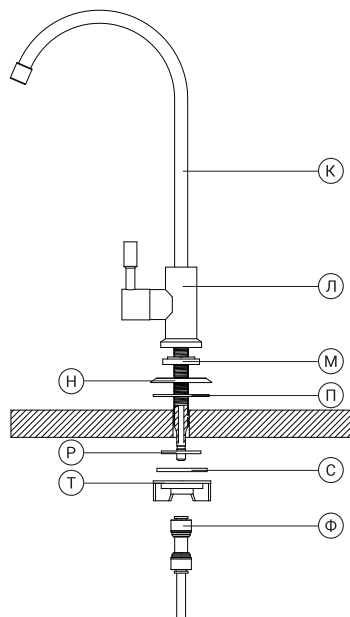

Рис. 11
2. Удалите транспортную заглушку и произведите монтаж крана (рис. 11) в следующей последовательности:
5. Фитинг 1/4" вместе с установленной в него трубкой подключите к штоку крана чистой воды (см. раздел «Присоединение трубок» (стр. 8) и (рис. 11)).